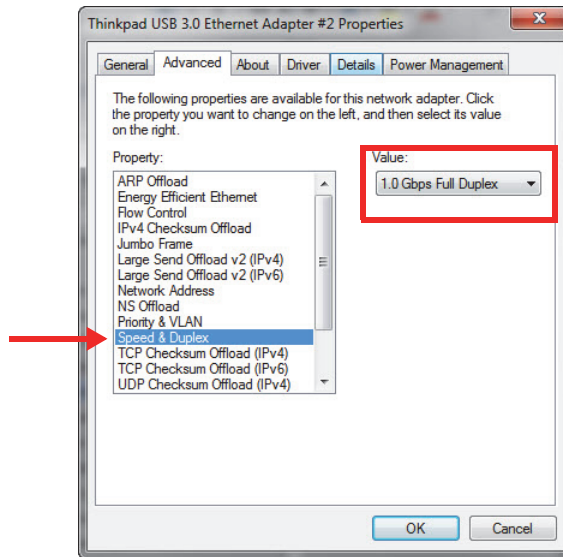

Abbildung 1-9 Eigenschaft Speed & Duplex
6. In der Registerkarte **Advanced** (Erweitert) wählen Sie **Speed & Duplex** (Geschwindigkeit & Duplex) und dann **1.0 Gbps Full Duplex** aus (Abbildung 1-9 auf Seite 32).